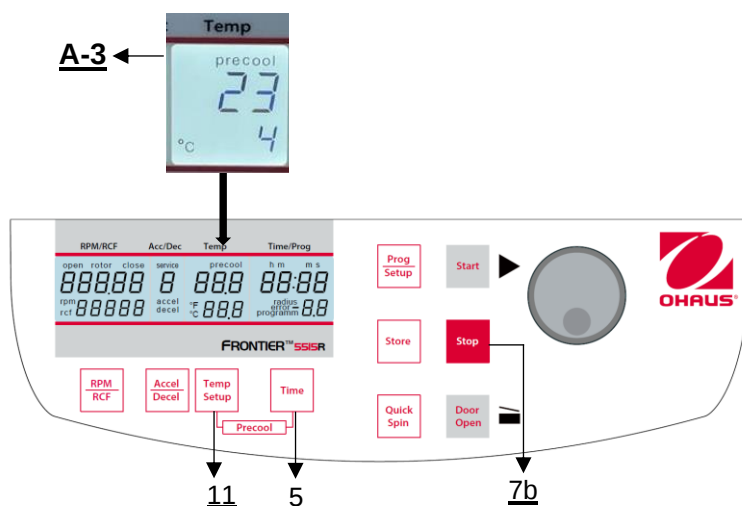

Figure 20
Si les échantillons sont sensibles à la température, il est utile de pré-refroidir la centrifugeuse, le rotor et éventuellement les godets à la température de travail requise. Pour ce faire, insérer le rotor désiré et régler la température correspondante. En appuyant simultanément sur les touches **"Temp/Setup"** (11) et **"Time"** (5), vous pouvez démarrer la centrifugation (**Figure 20**). En cours de fonctionnement, l'appareil choisit automatiquement une vitesse de rotation équivalente à 30 ou 50 % de la vitesse de rotation autorisée pour le rotor concerné (en fonction du rotor). Une fois que la température prédéfinie est atteinte, vous pouvez quitter le cycle de pré-refroidissement en appuyant sur la touche **"Stop"** (7b).